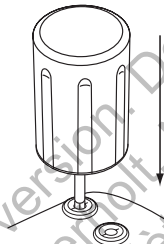

Figura 6. Inserción de la llave dinamoétrica
- c. Inserte suavemente la punta de la llave dinamométrica en el tornillo de fijación, pasándola por la hendidura central del tapón de sellado con un ángulo de 90° (Figura 6 en la página 82). Esto hará que se abra el tapón de sellado, liberando la presión potencial que se haya creado en el puerto para cable al proporcionar una vía de escape para el líquido o aire atrapado.